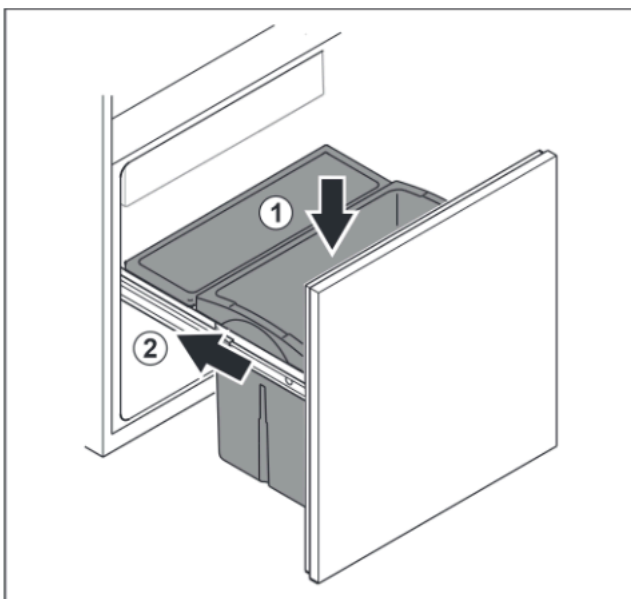

Fig. 38
- ▶ Inserire il cassetto dall'alto. Fig. 38 (1)
- ▶ Inserire il carrello spingendolo. Fig. 38 (2)